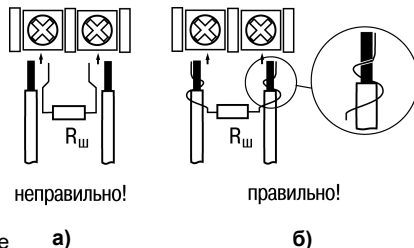

Рисунок 6.1
- 2 Подключение преобразователей с выходом в виде тока (0...5,0 мА, 0...20,0 мА или 4,0...20,0 мА) – только после установки шунтирующего резистора сопротивлением 49,9 Ом (допуск не более 0,1 %), подключение которого необходимо производить в соответствии с рис. 6.1,б, т.е. вывод резистора должен заводиться с той же стороны винтовой клеммы, что и провод от датчика. При использовании провода сечением более 0,35 мм конец провода и вывод резистора необходимо скручивать или спаять.